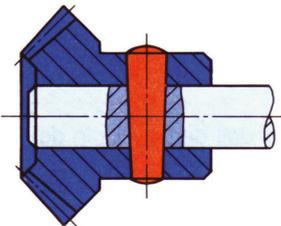

Bild 3/20: Kegelstiftverbindung
## ● Stiften mit Kegelstiften (Bild 3/20)
**Merke:** Bohrungen für Kegelstifte nur so weit ausreiben, dass der von Hand eingedrückte Kegelstift mit seiner Kuppe etwa 3 mm über der Lochkante steht. Durch das Eintreiben erhält der Kegelstift dann seinen richtigen Sitz (Bild 3/20).